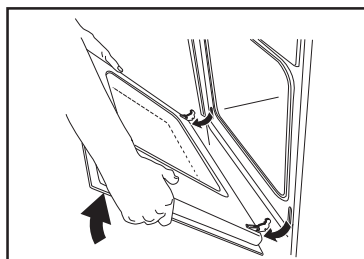

Fig. 10
- 3) Saisissez la porte à deux mains sur les côtés et fermez-la **jusqu'à ce que vous sentiez une résistance**. Prolongez le mouvement en la soutenant jusqu'aux 3/4 de la fermeture (Fig. 10).
- 4) Retirez la porte du four (Fig. 10). (**Attention** : lourd!).